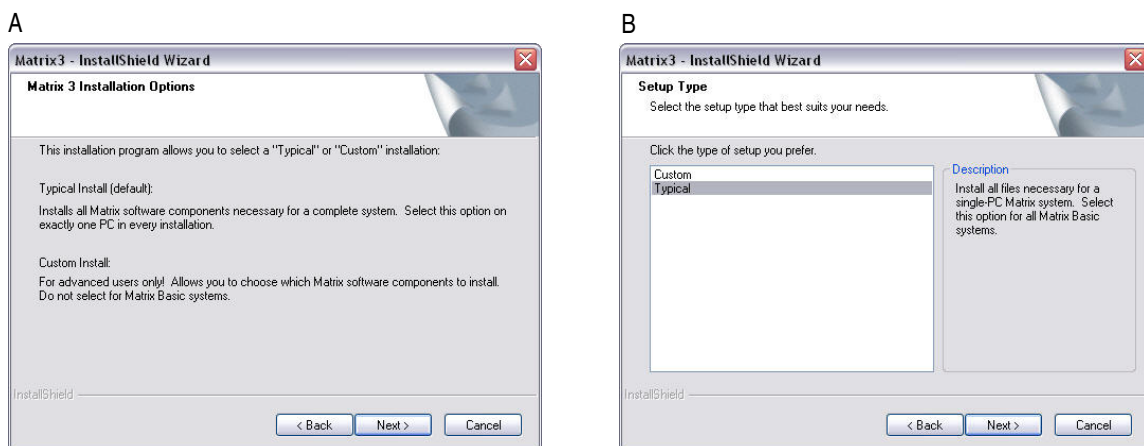

FIG. 5
5. Después de hacer clic en SIGUIENTE para aceptar el contrato de licencia, aparecerá la pantalla Opciones de instalación (A) que se representa en la FIG. 5. Esta sección describe las dos opciones de instalación disponibles para su selección.
Después de hacer clic en SIGUIENTE, aparecerá la pantalla Tipo de configuración (B) que se representa en la FIG. 5. Esta pantalla se utiliza para seleccionar el tipo de instalación que realizará.